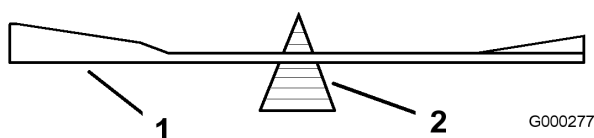

Figure 43
2. Vérifiez l'équilibre de la lame en la plaçant sur un équilibreur (Figure 43). Si la lame reste horizontale, elle est équilibrée et peut être utilisée. Si la lame est déséquilibrée, limez un peu l'extrémité de la partie incurvée seulement (Figure 43). Répétez la procédure jusqu'à ce que la lame soit équilibrée.